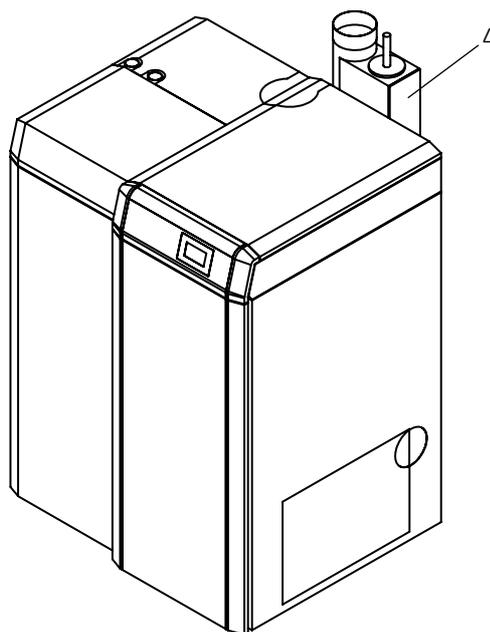

Fig. 53 Électrofiltres dans le tuyau d'échappement
- ▶ Si un électrofiltres est monté dans le tuyau d'échappement (Fig. 53), vérifiez qu'il n'est pas encrassé et nettoyez-le si nécessaire (voir les instructions séparées pour le électrofiltres).